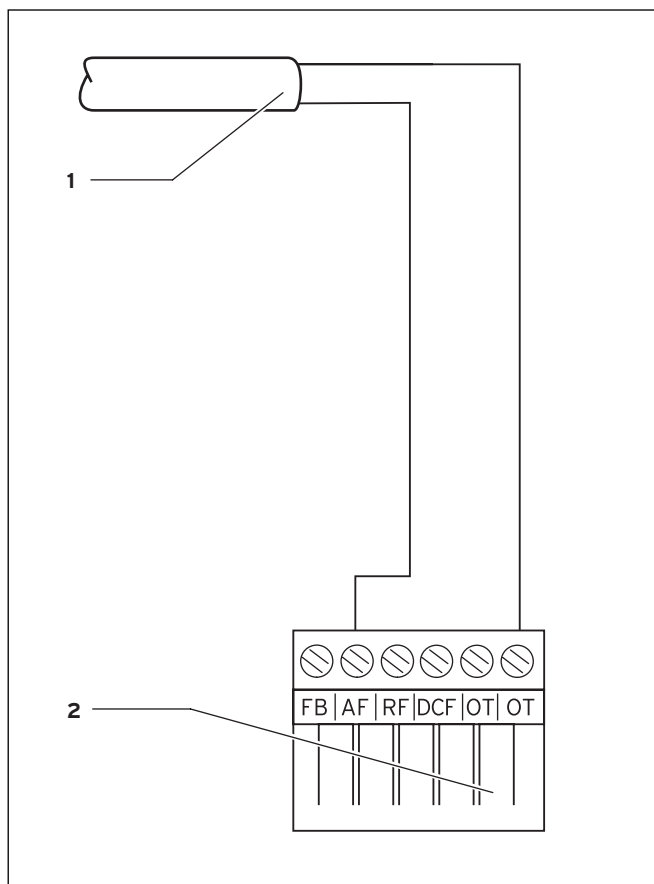

Рис. 5.2 Электropодключение наружного датчика VRC 693
- ⇒ Подключите соединительный кабель 6-полюсному краевому штекеру согласно рис. 5.2.